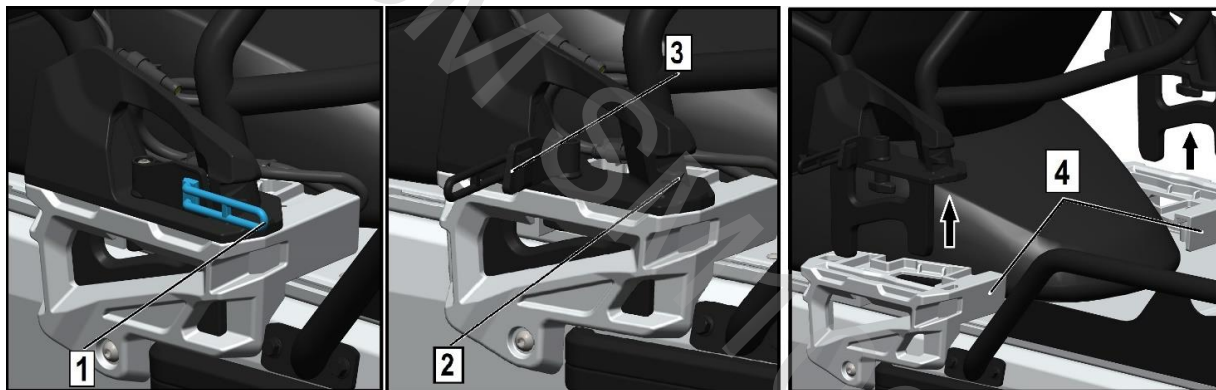

Рис. 30
2. Снимите резиновые зажимы (поз. 1, рис. 30) с левого и правого крюков основания спинки (поз. 2, рис. 30).
3. Поверните блокираторы (поз. 3, рис. 30) на 90° с левой и правой стороны спинки.
5. Поднимите спинку за поручни вверх, освободив ее одновременно из левого и правого кронштейнов (поз. 4, рис. 30).